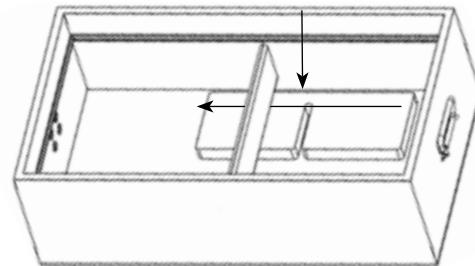

Abbildung 22
- Drehen Sie die Sitzkiste um und legen Sie den Schaumstoffabstandhalter mit dem PSA-Papier nach oben auf den Boden. Schieben Sie diesen unter die Holzrippe in der Mitte. Siehe Abbildung 22.